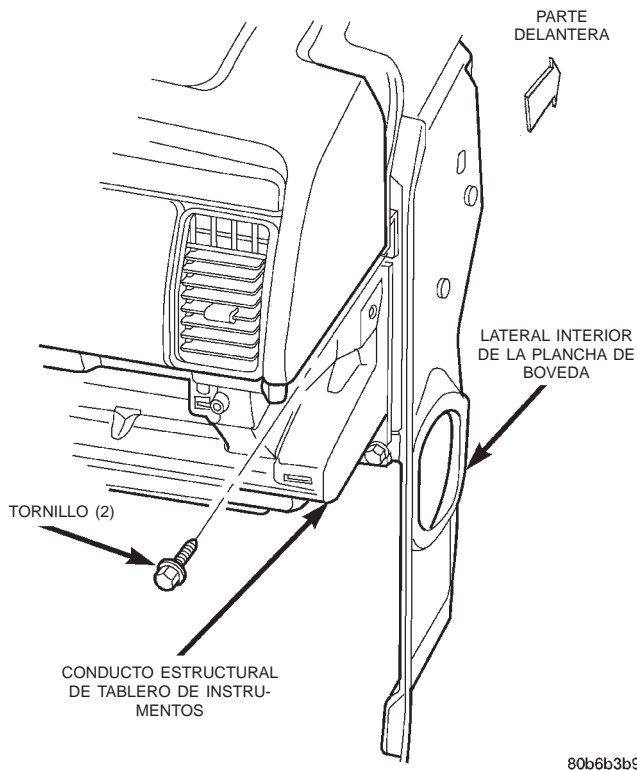

Fig. 45 Montaje del tablero de instrumentos al lateral interior del lado del acompañante
(37) Retire los dos tornillos que fijan el tablero de instrumentos al lateral interior de la plancha de bóveda del lado del acompañante (Fig. 45).
(38) Con la ayuda de un asistente, levante el conjunto de tablero de instrumentos para retirarlo de los espárragos situados en el salpicadero, cerca de la línea de guía del parabrisas, a fin de desenganchar las formas de gancho moldeadas en plástico, que se encuentran en el conducto estructural de tablero de instrumentos, de los orificios de guía situados en cada lateral interno de la plancha de bóveda.